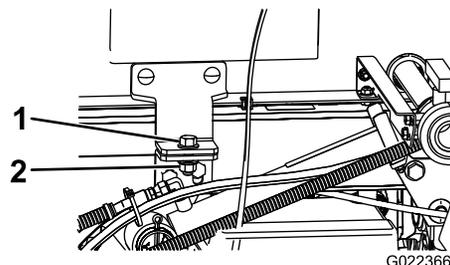

Figure 41
4. Retirez les boulons de sécurité à l'avant du patin (Figure 41).